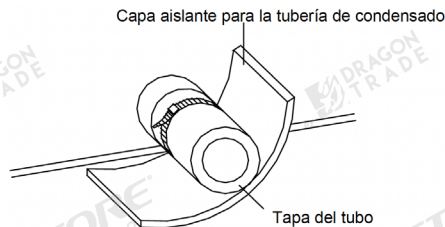

Fig.13 Aislamiento térmico de la tubería de condensado
- La tubería de condensado debe mantener un ángulo de inclinación de 5 - 10 °, lo que puede facilitar el drenaje del agua condensada. Y las uniones de la tubería de condensado deben estar aisladas con material aislante para evitar la condensación (consulte la Fig. 13).